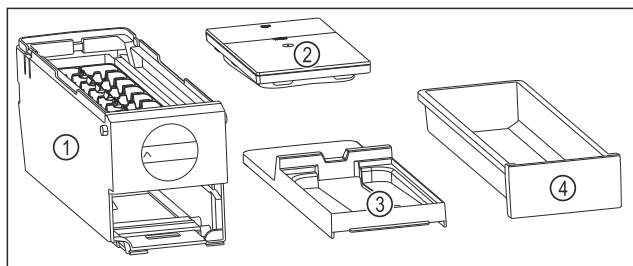

Fig. 107 Componenti dell'EasyTwist-Ice
- ▶ L'EasyTwist-Ice è scomposto in quattro parti. (vedere Fig. 107)
- ▶ Smontare l'EasyTwist-Ice scomponendo solo gli elementi rappresentati in figura. (vedere Fig. 107)
- ▶ Pulire l'intero corpo dell'EasyTwist-Ice Fig. 107 (1).